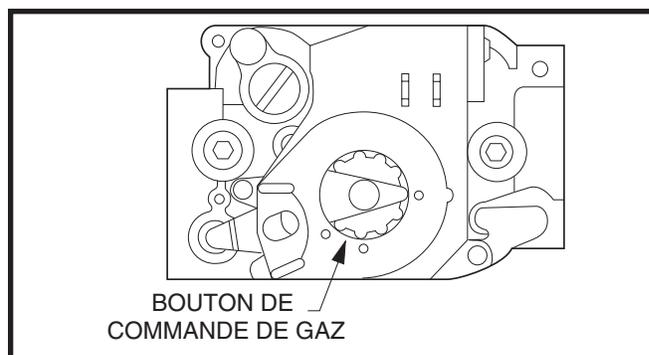

Figure 28. Robinet de gaz à allumage direct – Honeywell
3. Retirez la porte de la fournaise et fermez le robinet de gaz. Enfoncez et tournez le bouton de commande du gaz dans le sens des aiguilles d'une montre à la position **OFF** (fermé). Voyez la Figure 28.
4. Attendez dix (10) minutes pour vous assurer de la dissipation du gaz. Si vous détectez du gaz, **ARRÊTEZ!** et suivez les informations de sécurité. Si vous ne sentez pas de gaz, passez à l'étape 5.
6. Mettez le robinet de gaz en position **ON** (ouvert). Enfoncez et tournez le bouton de commande du gaz dans le sens contraire aux aiguilles d'une montre à la position **ON** (ouvert) (Figure 28).
4. Tournez le bouton de commande du gaz dans le sens des aiguilles d'une montre jusqu'à la position **OFF** (fermé) (Figure 28).
- Assurez-vous que le commutateur de marche-arrêt est en position ON (marche). Voyez la Figure 27 \(page 17\) ou la Figure 28 \(page 19\).